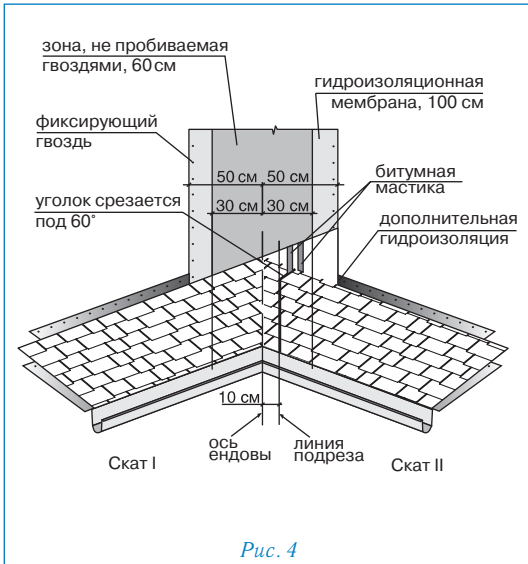

Рис. 4
### Ендова (рис. 4)
- на прилегающем скате (II) вдоль оси ендовы на расстоянии 30 см от нее отбивается линия;
- лист, подходящий к ендове со ската II, должен доходить до линии подрезки и обрезаться по ней. Верхний уголок обрезанного края листа подрезается под углом 60° (5 × 3 см — рис. 4);